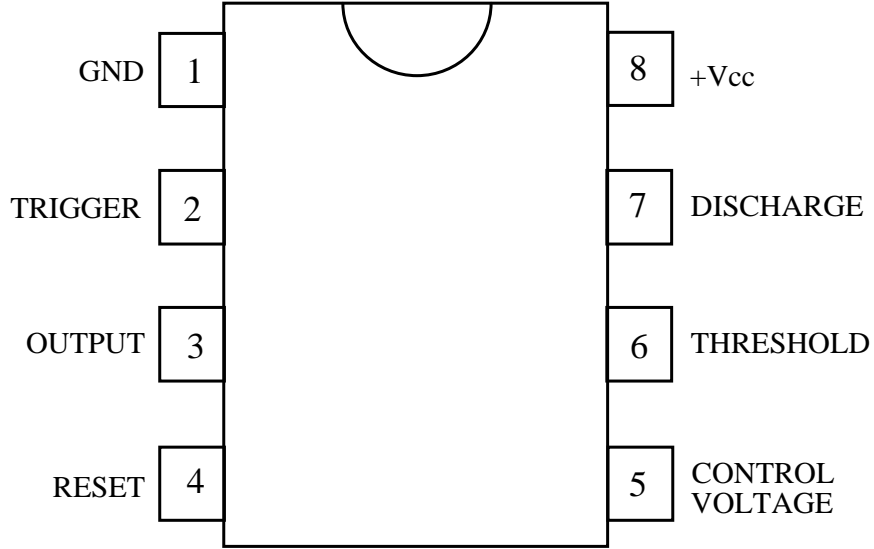
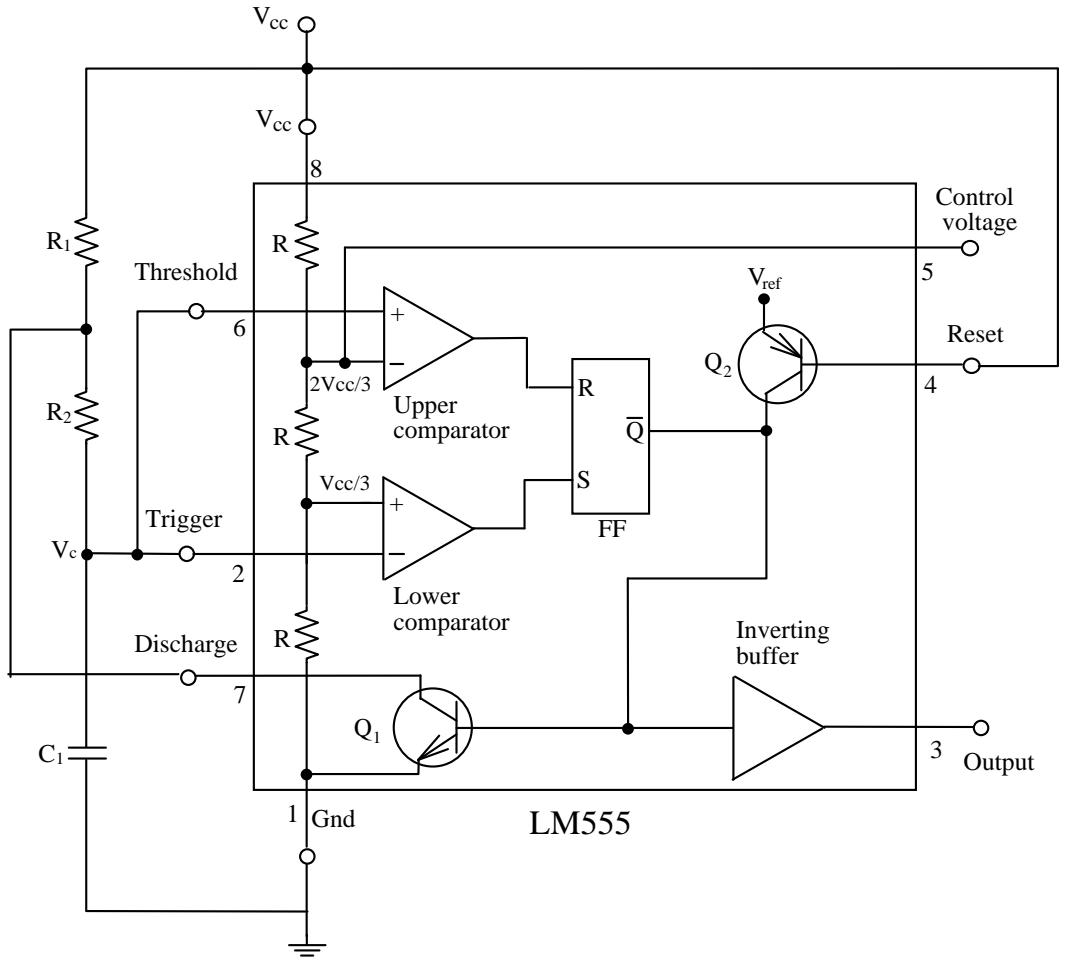
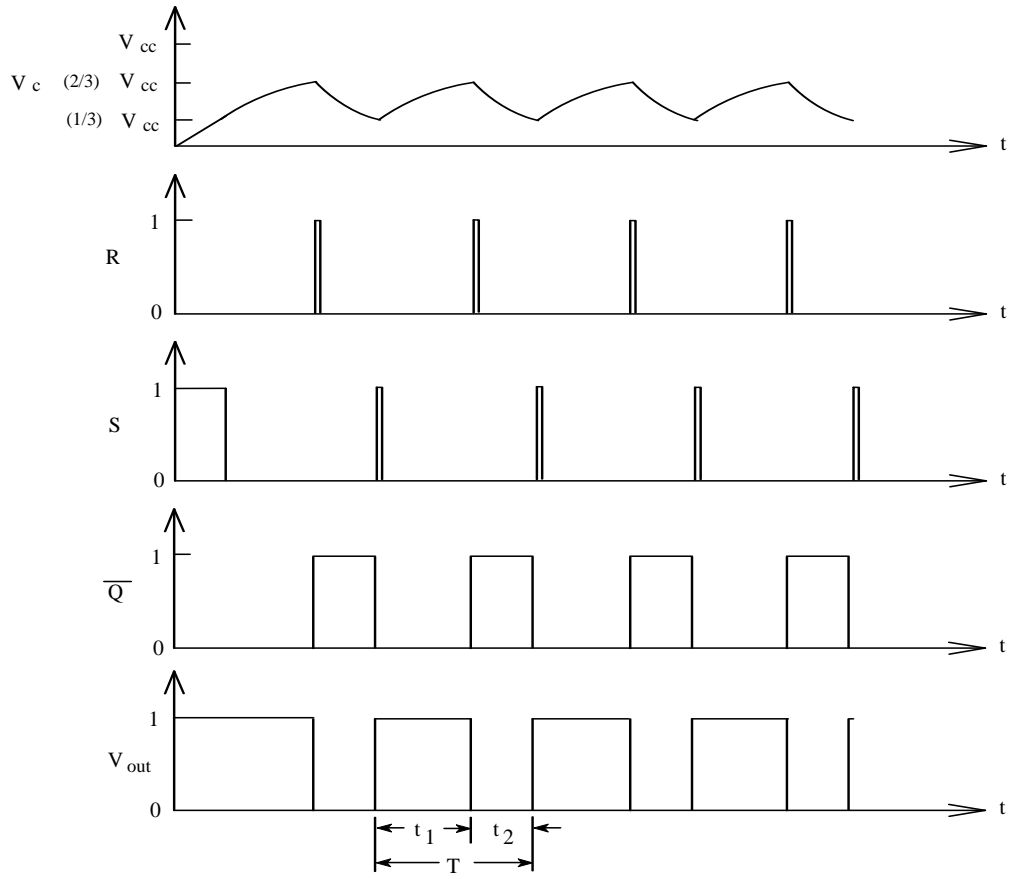
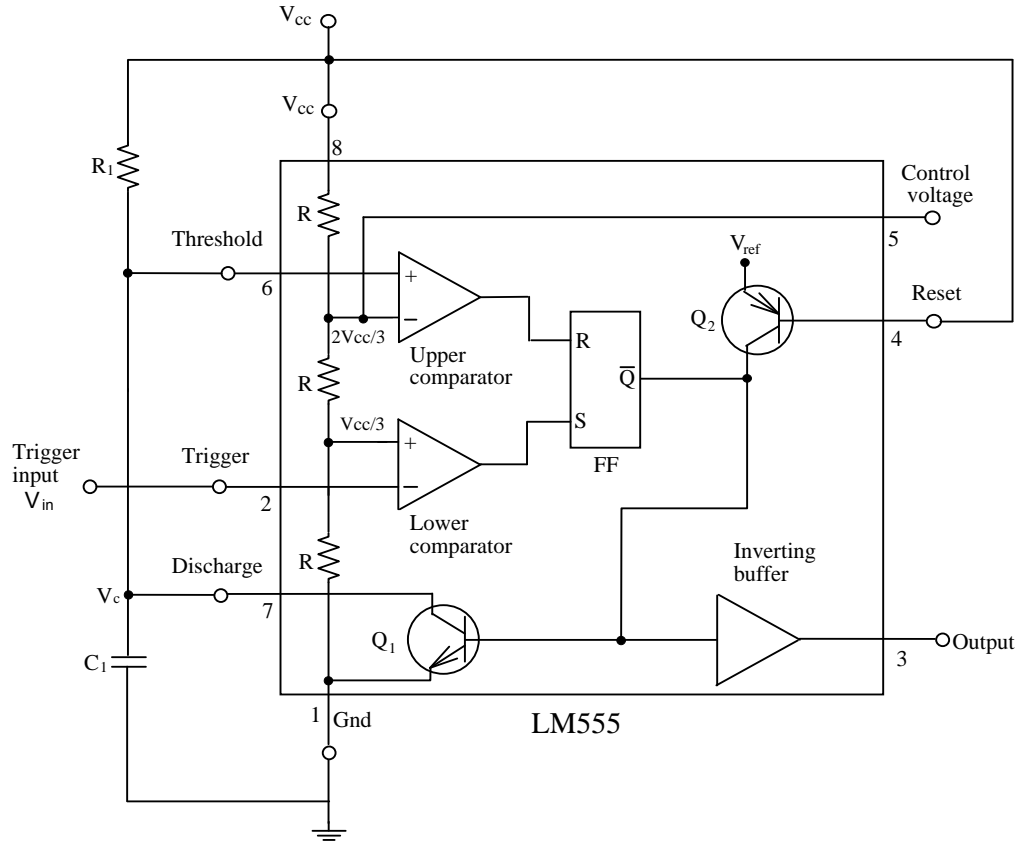

Fig. 11-3 LM 555 pin konfigürasyonu.
Fig. 11-4 LM555 astable multivibrator.
Fig. 11-5 LM555 astable multivibrator devresinin dalga şekilleri.
Fig. 11-6 LM555 monostable multivibrator.
Fig. 11-3 ve Fig. 11-4'de LM555 zamanlayıcı entegresinin bağlantı diyagramı ve eşdeğer devresi gösterilmiştir. Beş ana bölümden oluşmaktadır; (1) daha düşük seviyeli karşılaştırıcı yada tetikleyici karşılaştırıcı; (2) daha yüksek seviyeli karşılaştırıcı yada kritik karşılaştırıcı; (3) flip-flop(FF); (4) boşalma tranzistörü; (5) çıkış sürücü devresi.
Fig. 11-4'de LM555 zamanlayıcı entegresi ile gerçekleştirilen bir "astable multivibrator" devresi gösterilmektedir. Çıkış dalgası bir kare dalgadır. Çıkış dalgasının frekansı ise R_1 , R_2 ve C_1 değerleri ile belirlenir. Zaman sabiti formülüne göre, dolma süresi t_1 , $0.693 \times (R_1 + R_2) \times C_1$ değerindedir. Boşalma süresi t_2 ise $0.693 \times R_2 \times C_1$ değerindedir. T periyodunun değeri ise, $T = t_1 + t_2 = 0.693 \times (R_1 + 2R_2) \times C_1$ değerindedir. Fig. 11-5'de ana test noktalarındaki dalga şekilleri gösterilmiştir.
Fig. 11-6'daki devre LM555 zamanlayıcı entegresi ile gerçekleştirilen bir monostable multivibrator devresidir. Tetikleme seviyesi high(+12V) değerinden low(0V) değerine geçtiği zaman, çıkış terminalinde bir darbe oluşacaktır ve darbe genişliği T , $R_1 \times C_1$ ve yaklaşık olarak $1.1 \times R_1 \times C_1$ ile belirlenir. Örneğin, $R_1=10k\Omega$ ve $C_1=0.01\mu F$ ise, T yaklaşık olarak $110\mu s$ ' dir. Eğer tetikleyici girişi(pin 2), 12kHz'den daha düşük bir saat işareti(Fig. 11-5'deki devrenin çıkışı mevcut) ile tetiklenir ise çıkış pozitif bir darbe olacaktır. Kontrol gerilim pinine bir ses işareti bağlandığı zaman çıkışta PWM işareti görülmelidir.